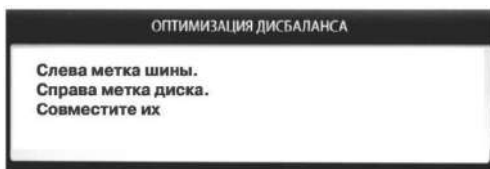

рис.15.3
15.3. После выполнения п.5 в окне рис.15.2 на экране монитора появится окно (рис 15.3), а на индикаторах 1 отобразится величина статического дисбаланса колеса, а на индикаторах 4 - величина дисбаланса колеса, которую можно получить после завершения программы Opt. Поставьте метки на шине и диске согласно указаниям в окне рис.15.3.